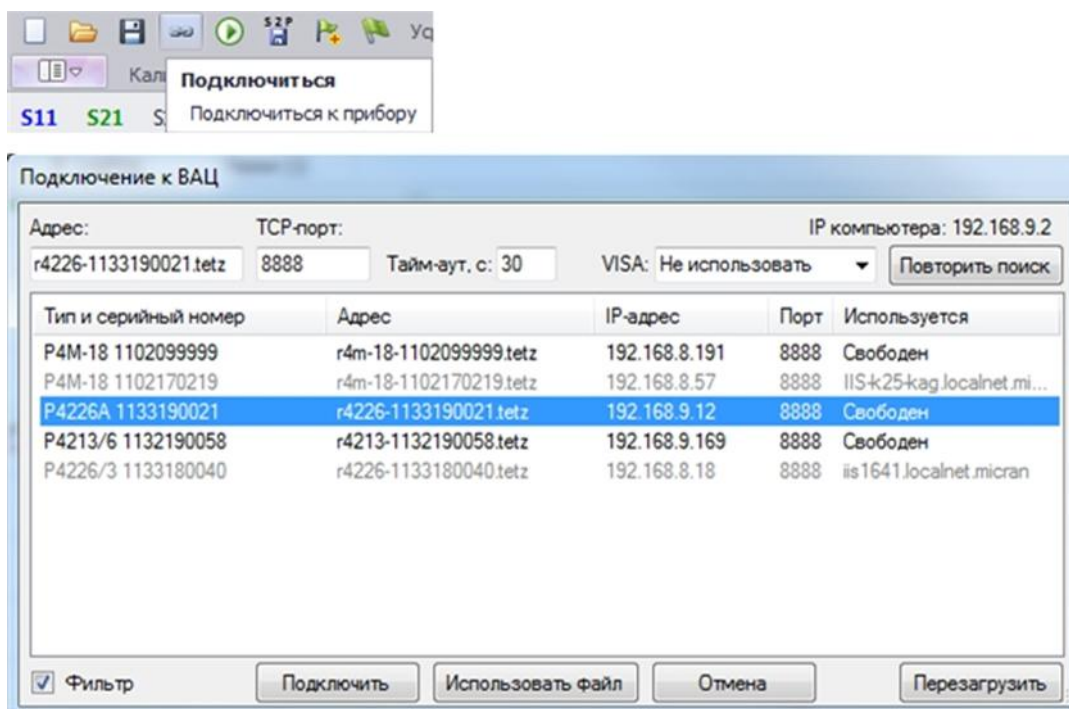

Рис. 4. Подключение к ВАЦ
3. Подключите к прибору (рис. 4);